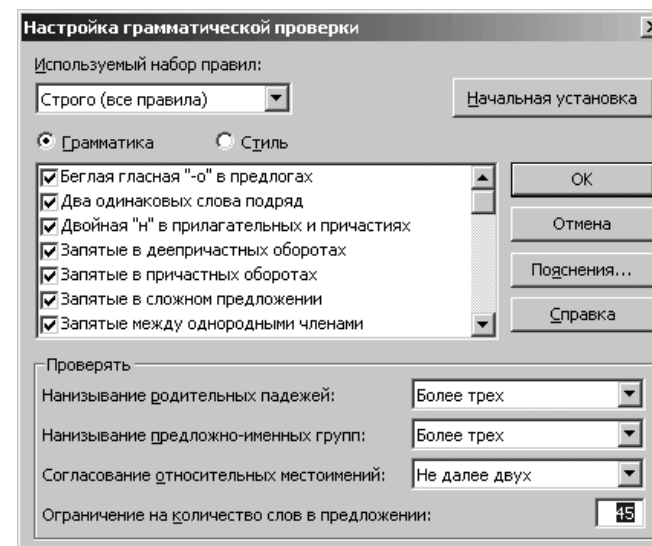

Рис. 9.41. Диалоговое окно **Настройка грамматической проверки**
- кнопка **Настройка** позволяет настроить параметры грамматической проверки. После щелчка по этой кнопке появится диалоговое окно **Настройка грамматической проверки**, показанное на рис. 9.41.